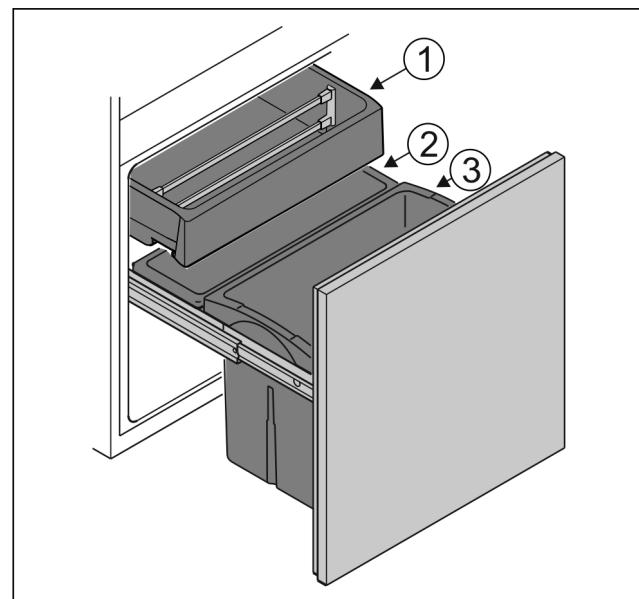

Fig. 6
- Recipient Fig. 6 (1): Depozitați legume și fructe meridionale neambalate.
- Recipient Fig. 6 (2): Depozitați sortimente de fructe și legume mici neambalate.
- Recipient Fig. 6 (3): Depozitați sticle individuale.